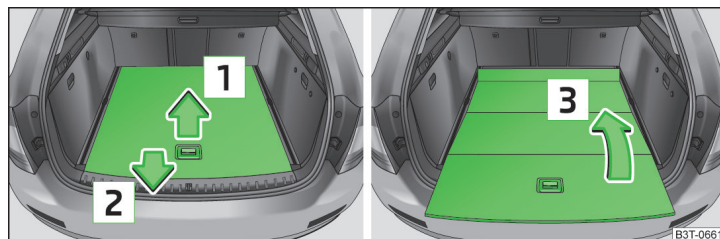
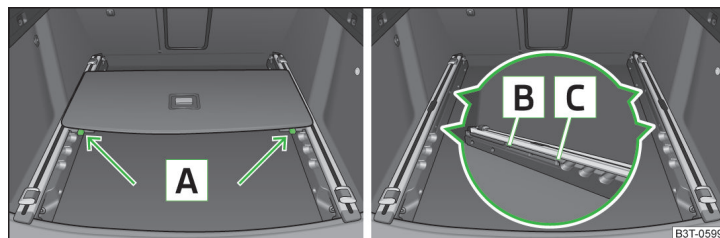

Fig. 115 Maletero: plegar el suelo de carga variable.
Fig. 116 Maletero: desmontar el suelo de carga variable.
- Coger la parte posterior del suelo por el tirador levantándola algo en el sentido de la flecha **1** » fig. 115 y extraer por encima del paragolpes en el sentido de la flecha **2** hasta que encastre en el orificio **C** » fig. 116.
- Plegar el suelo de carga moviendo en el sentido de la flecha **3** » fig. 115.
- Pulsar las teclas de seguridad **A** » fig. 116 y extraer el suelo.
- Empujar el suelo hacia delante hasta que encaje en los orificios **[B]** en las guías portantes » fig. 116.